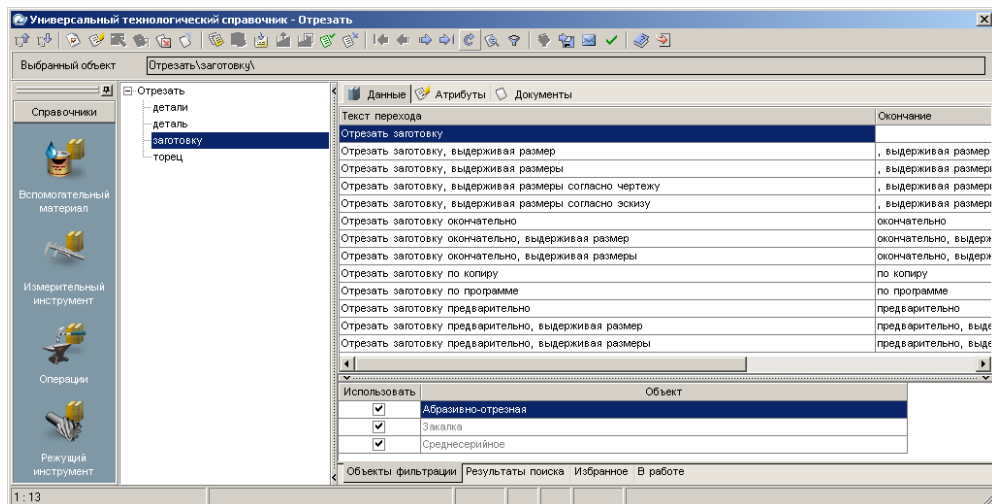

Рис.4
3. В окне справочника УТС выберите последовательно *Отрезать - заготовку*. Нажмите кнопку **Применить** (рис. 4).